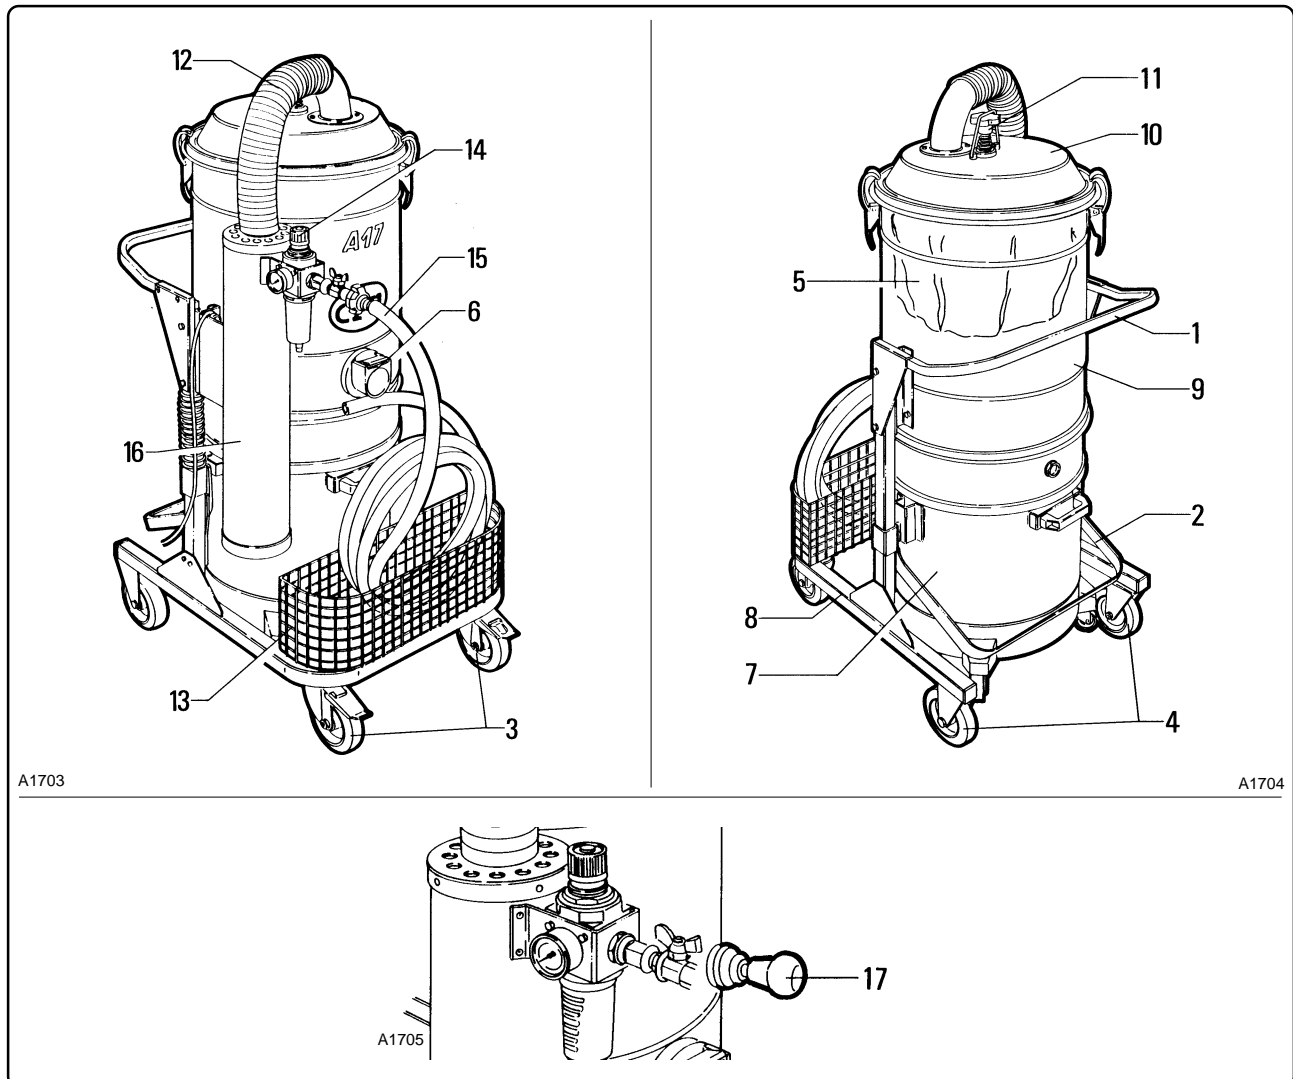

Fig. 2.3.1
2.3 - Parti principali (fig. 2.3.1)
2.3 - Main parts (fig. 2.3.1)